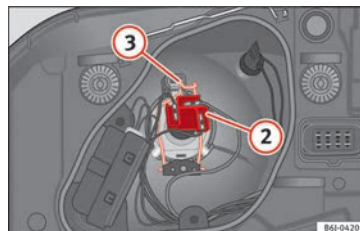

Fig. 177 Feu de croisement/route du phare simple.
- Retirez le connecteur » fig. 177 **2** de l'ampoule.
» **fig. 177** ③ en le pressant vers l'intérieur et vers la droite.